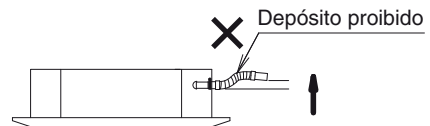

Fig. 3-10
- Não forme um depósito na parte intermédia do tubo flexível de drenagem fornecido. Fazer isso provocaria um som anormal. (Fig. 3-10)